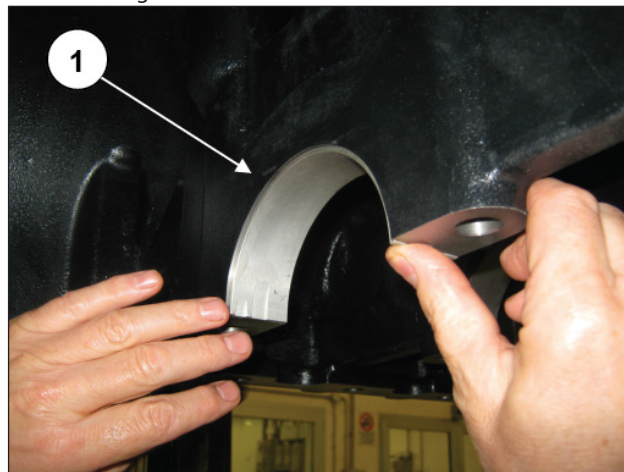

Abb. 27
Die Kurbelwellenlagerschalen (Pos. ①, Abb. 27) in den jeweiligen Sitzen des rückseitigen Gehäuses belassen, um Verwechslungen zu vermeiden.